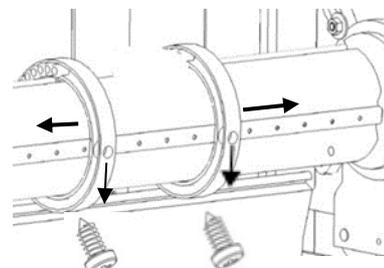

Figure 7
- Dévisser les vis TCB 4.2 x 13 qui maintiennent les bagues sur l'axe puis les écarter (Figure 7)